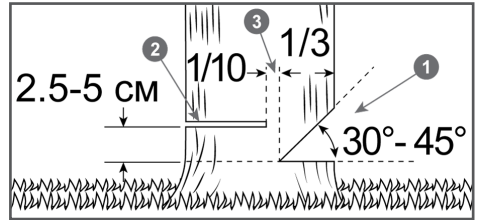

Рис. 16 Расположение запила, пропила и недопила
6. Начните пилить с той стороны дерева, куда оно должно упасть (Рис. 16). Сделайте запил 1 с той стороны, куда должно упасть дерево, глубиной примерно  $\frac{1}{3}$  диаметра ствола и под углом от 30 до 45 градусов (Рис. 16). Линия стыка двух пропилов, образующих запил, называемая направляющей линией, должна располагаться как можно более горизонтально и под углом 90 градусов к направлению валки.
7. Сделайте основной валочный пропил 2 с противоположной стороны, выше основания запила на 2,5-5 см. Между основным пропилом и запилом должен оставаться недопил 3 примерно  $\frac{1}{10}$  диаметра ствола. Вставьте своевременно клин в пропил. Недопил 3 действует как шарнир и позволяет контролировать падение дерева (Рис. 16).
*Ни в коем случае не допиливать до конца недопил 3 (Рис. 16), так как вы не сможете контролировать направление падения дерева.*